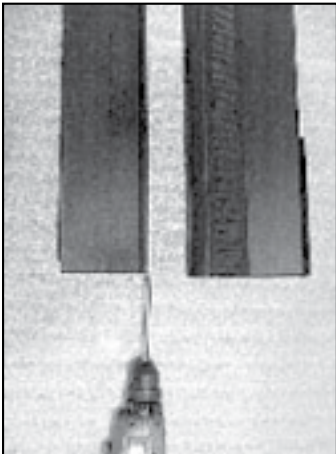

Figure 24.1
2. Installez (1) une vis 4 x 9 mm (8-32 x 3/8 po) dans la languette inférieure du panneau latéral **Figure 24.1**.